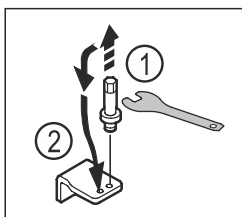

Fig. 14
- ▶ Čap dolnej ložiskovej kontroly vyskrutkujte vonkajším kľúčom na šesťhrannú maticu SW5. Fig. 14 (1)
- ▶ Nasadíte čap na opačnú stranu. Fig. 14 (2)